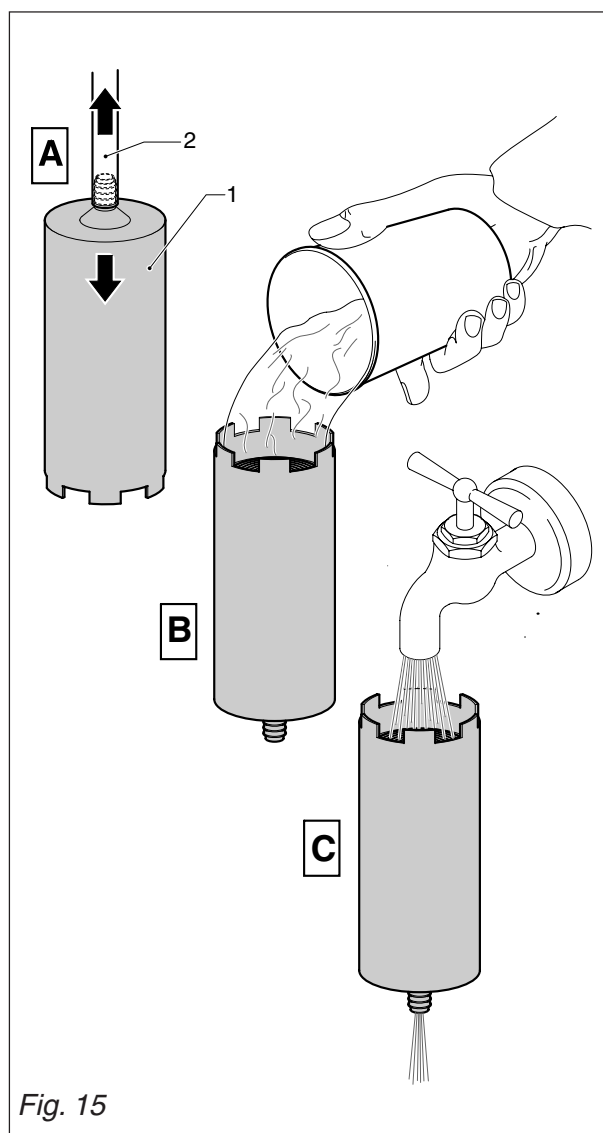

Fig. 15
- Retirer l'adoucisseur 1 Fig.15 du tuyau en caoutchouc 2 et le renverser.